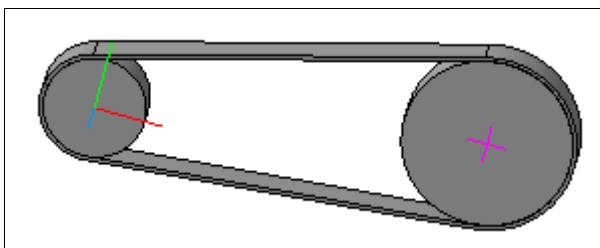
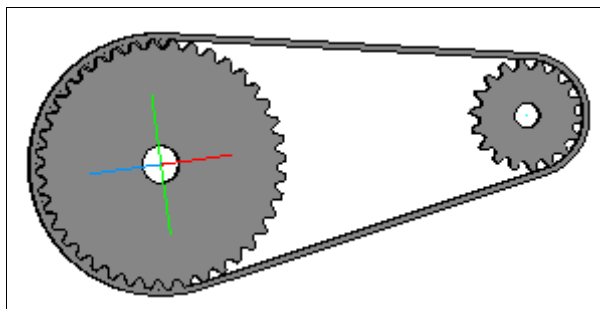

Рис. 21.29. Сборка Ременная передача
Рис. 21.30. Сборка Зубчатая передача
- ◆ нажмите кнопку **Редактировать на месте**. Система выдаст диалоговое окно о необходимости перестройки. Нажмите кнопку **Да**. Система перестроит сборку. У вас должно получиться, как на рис. 21.29. Сохраните сборку под именем **Ременная передача**. Далее вы можете самостоятельно создать у шкивов бурты для фиксации ремня или создать зубчатую передачу, как на рис. 21.30.